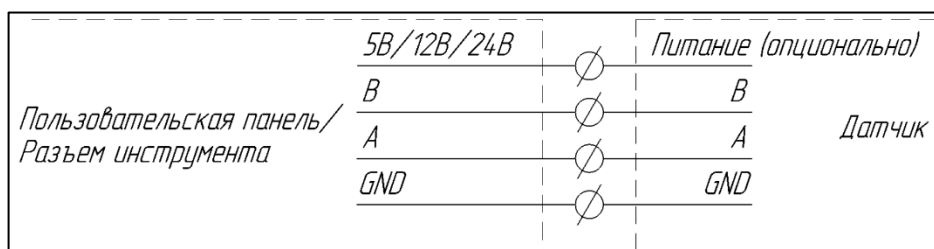

Рисунок I-28 – Схема подключения интерфейса RS-485
5. Типовая схема подключения к интерфейсу RS-485 (см. Рисунок I-28):